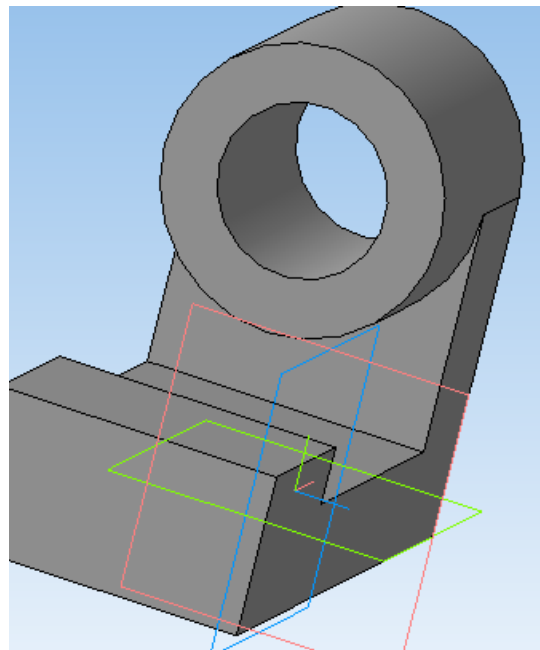

Рисунок 3.3 – Профили 2 и 3
5) На плоскости ZY постройте в разных эскизах профили 2 и 3. К профилю 2 примените операцию выдавливания на величину 40 мм, а к профилю 3 – вырезать выдавливанием с параметром «через все» (рисунок 3.3).